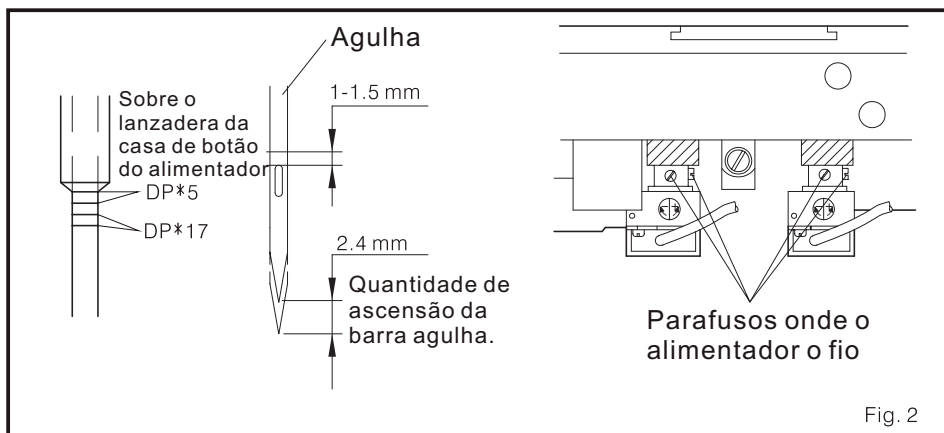

Fig. 2
2. Se o padrão da máquina padrão de dobro agulha 42 ou 72, e esta usando agulha DP\*5, por favor ajuste o número da agulha para zero. Pegar as duas linhas de escada superior como standard. (Fig. 2)